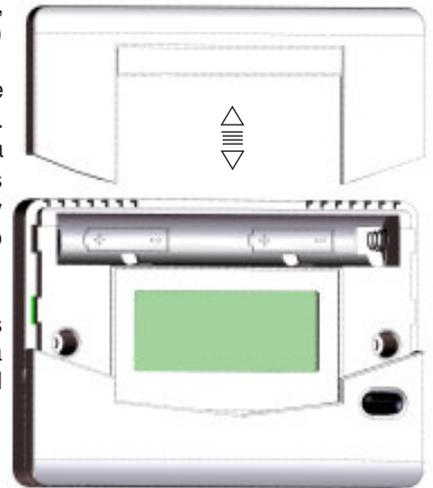

Fig.4
**Easy 503** está alimentado con 2 pilas AA de 1,5 que garantizan su funcionamiento durante al menos dos años. Para la colocación de las baterías remover la tapa y colocar las pilas respetando la polaridad indicada en el portapilas. (Fig.4).